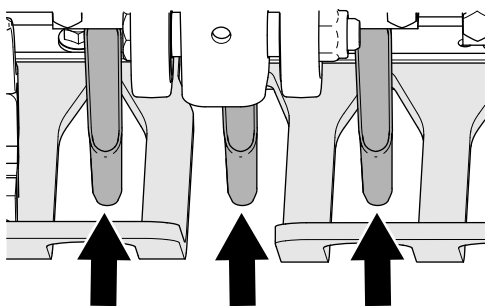

Bild 44
4. Prüfen Sie, ob die Schlitzlöcher der Rasenschutzvorrichtungen mittig zu den Tines ausgerichtet sind (Bild 44).